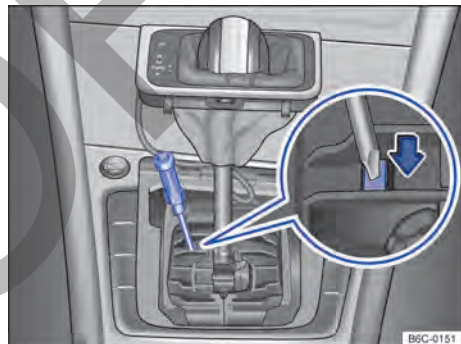

Fig. 90 Desinstalar la cubierta de la palanca selectora y desbloquear el bloqueo de la palanca selectora de emergencia.
- Con ayuda de un destornillador presionar cuidadosamente la palanca de desbloqueo en la dirección de la flecha y mantenerla en esa posición → fig. 90.